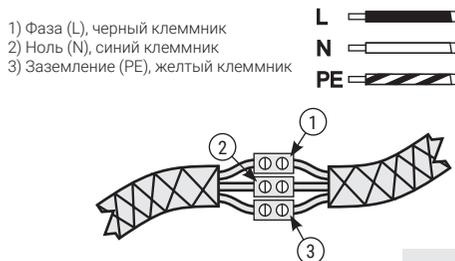

Рис.9
5.2.5. Соединить провода полотенцесушителя с проводом из стены с помощью клеммных колодок (рис. 9).
5.2.6. Провод заземления имеет желтый или желто-зеленый цвет и желтый клеммник (рис. 9 «3») фаза (L) - черный цвет и черный клеммник (рис. 9 «1»), ноль (N) - синий цвет и синий клеммник (рис. 9 «2»).